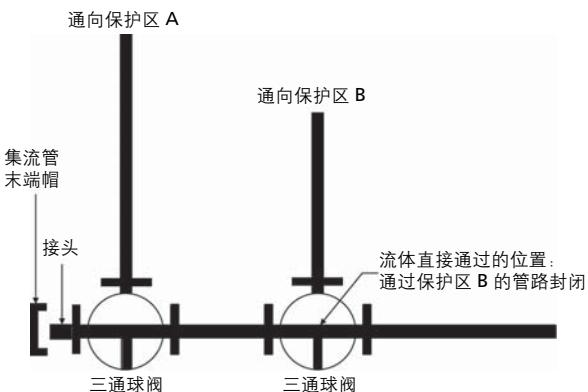

图 5-18 三通球阀关闭位置
2. 确保所有方向阀在安装之前位于直通位置（侧面出口关闭，三通的两端打开）。如图 5-18 所示。